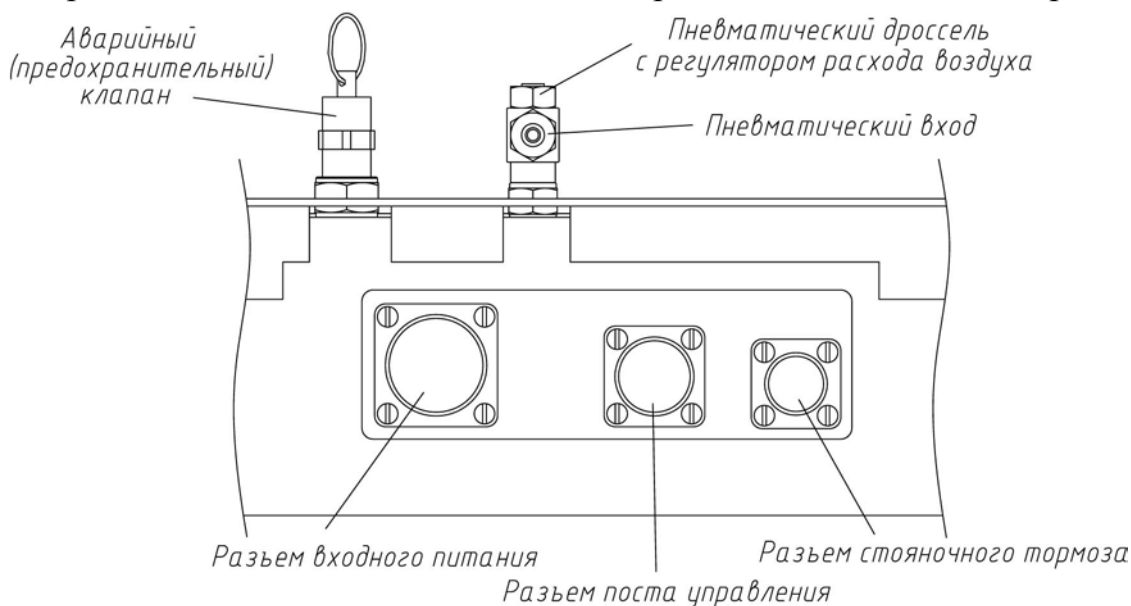

Рисунок 2
2.2.1.5.6 БУМ оснащен тремя электрическими разъемами (рис. 2):